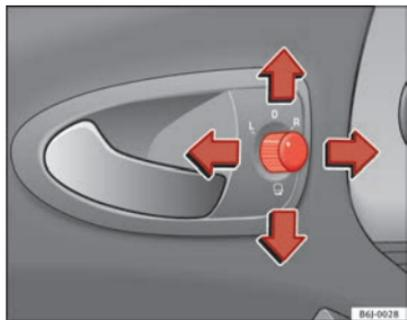

Fig. 68 Commande des rétroviseurs extérieurs
1. Tournez le bouton rotatif ⇒ fig. 68 en position **L** (rétroviseur extérieur gauche).
- Tournez le bouton rotatif ⇒ fig. 68 en position ☼ pour rabattre les rétroviseurs extérieurs. Pour éviter tout dégât, il est conseillé de toujours rabattre les rétroviseurs extérieurs lorsque vous passez dans une installation de lavage automatique.